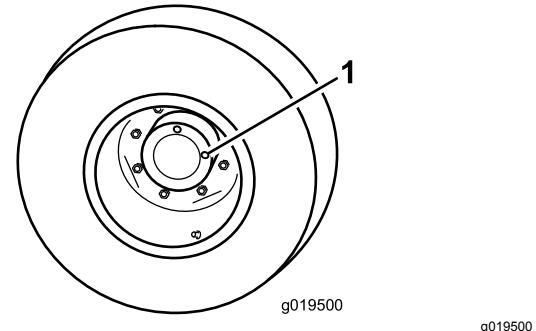

Figure 54
1. Amenez la machine sur une surface plane et horizontale, tournez la roue de sorte à placer un bouchon de contrôle à la position 12 heures et l'autre à la position 3 heures (Figure 54).
1. Bouchon de contrôle/vidange (2)
2. Retirez le bouchon qui est à la position 3 heures (Figure 54).